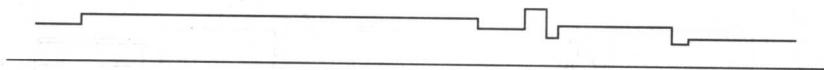

图 1-27
(1) 单击“绘图”|“直线”命令，绘制一条长约 145 的直线作为丝杆的中心线，以确定丝杆的绘图位置，其余的线均以它为基础画出。
(2) 绘制轮廓直线，重复“直线”命令，捕捉靠近中心线左端点的一点作为起点，随后继续以相对坐标来定义点的坐标，以下各相对端点为：(@0,6.5)、(@8,0)、(@0,1.5)、(@70,0)、(@0,-1.5)、(@8,0)、(@0,3.5)、(@4,0)、(@0,-5)、(@2,0)、(@0,2)、(@20,0)、(@0,-3)、(@3,0)、(@0,1)、(@19,0)，结果得到如图 1-27 所示的图形。